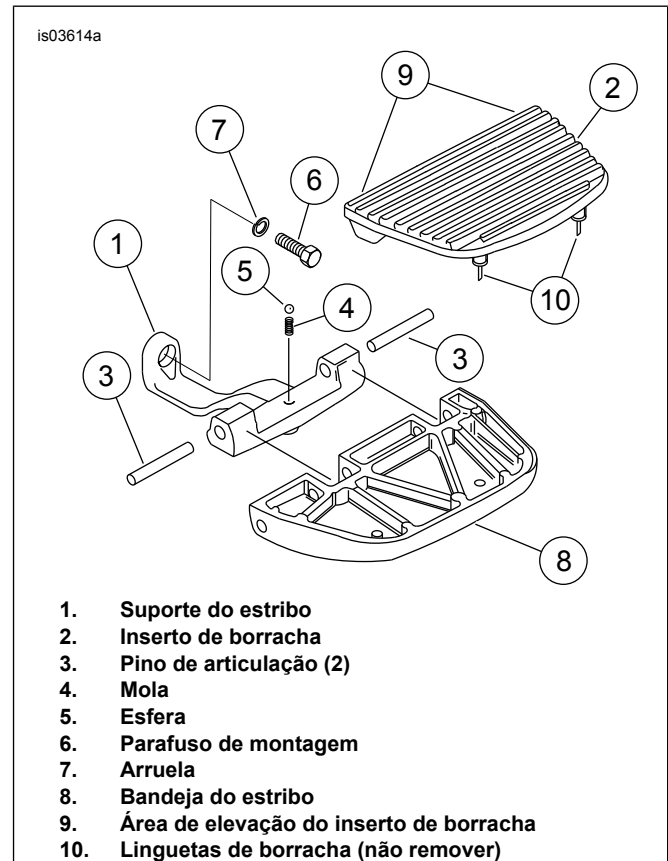

Figura 1. Montagem do estribo original
2. Veja Figura 1. Remova o estribo (8) dos suportes de estribo com cuidado levantando os cantos internos do inserto do estribo de borracha (9) para expor os pinos de articulação. Não remova o inserto do estribo da bandeja do estribo, pois ele pode ser difícil de instalar.
3. Remova os pinos de articulação (3), empurrando os pinos para fora do estribo até o estribo estar fora das orelhas de montagem. Esteja ciente de que as molas (4) e as esferas (5) podem cair quando a bandeja do estribo for removida.
4. Remova as molas (4) e esferas (5). Guarde para a instalação.